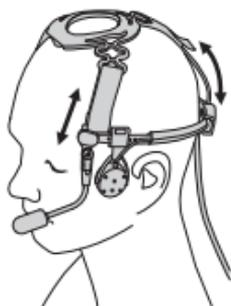

Figura 2. Colocación del transductor para la siena de uso intensivo
1. Colóquese el transductor para la siena de uso intensivo como se muestra en la Figura 2.